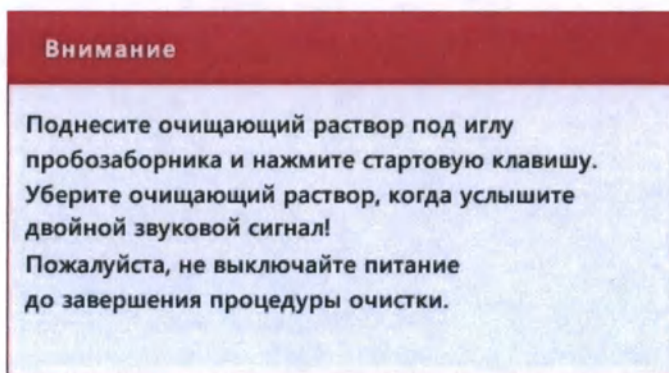

Рис.5.8-2 Диалоговое окно с информационным сообщением для оператора
3. Игла отбора пробы опустится в нижнее положение, и появится диалоговое окно с предложением подставить под неё флакон с очищающим раствором (см.Рис.5.8-2). Приподнимите открытый флакон с раствором так, чтобы конец иглы погрузился в раствор не менее чем на 1–2 см, и нажмите стартовую клавишу аспирации. Раздастся одиночный звуковой сигнал, после которого флакон с очищающим раствором **необходимо держать неподвижно и нельзя опускать** до того момента, пока Вы не услышите двойной звуковой сигнал. Через зонд будет автоматически набрано необходимое количество очищающего раствора, и после того как